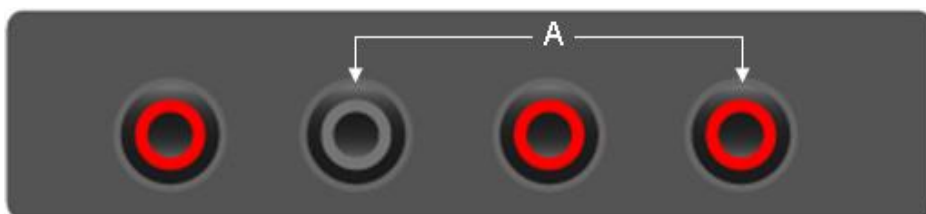

图2-7
- 将黑色表笔插入COM香蕉插口输入端，红色表笔插入10A香蕉插口输入端，如图2-7。